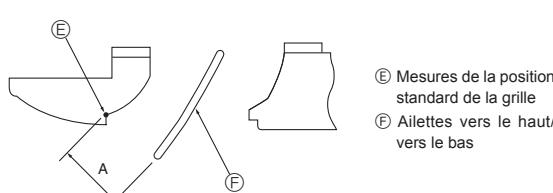

Fig. 8-10
- ② Débrancher le connecteur du moteur des ailettes du ventilateur que vous souhaitez verrouiller. (Appuyer sur le bouton et, en même temps, retirer le connecteur dans le sens indiqué par la flèche illustrée sur le schéma.) Lorsque le connecteur est déposé, l'isoler avec du ruban spécialement conçu à cet effet.
- ③ Pour régler le sens souhaité de la soufflerie, déplacer lentement les ailettes vers le haut/vers le bas dans la plage indiquée. (Fig.8-10)